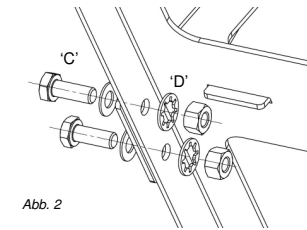

Abb. 2
4. Richten Sie nun die die Öffnungen von Oberteil (B) und Unterteil (A) aus. Stecken Sie nun die Schrauben von Außen (C) in die Öffnungen und ziehen die Muttern (D) gründlich fest (siehe Abb. 2)
5. Lösen Sie nun die die Schrauben und Unterlegscheiben von der Rückseite des Heizstrahlers (E).
6. Verbinden Sie nun die Rückseite des Heizstrahlers mit dem Oberteil (A) aus. Stecken Sie nun die Schrauben und Unterlegscheiben (C) and versichern Sie sich das die Schrauben fest angezogen werden.